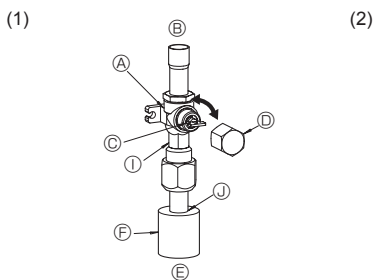

Fig. 4-6
- (1) Strona gazowa (Fig. 4-6)
- ① Aby otworzyć zawór, należy zdjąć korek, pociągnąć dźwignię do siebie i obrócić o 1/4 obrotu w kierunku przeciwnym do ruchu wskazówek zegara.
- ② Upewnić się, że zawór odcinający jest całkowicie otwarty, wcisnąc dźwignię i założyć korek.